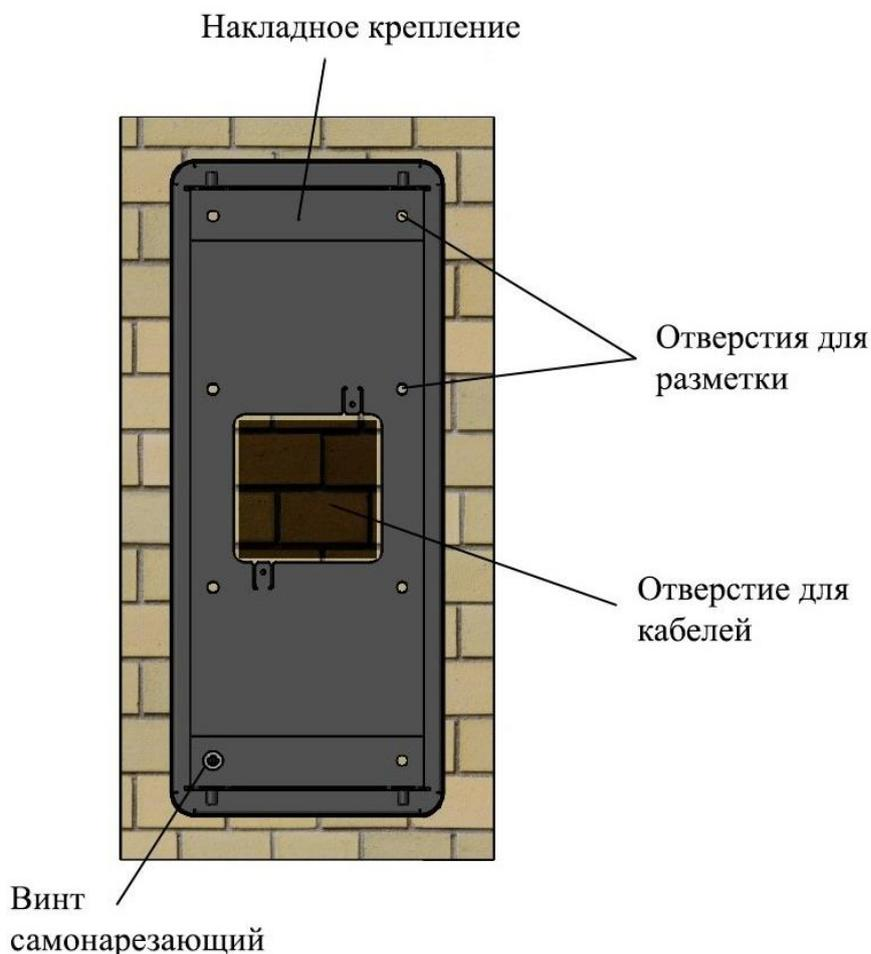

Рисунок 3 – Размещение крепления
2.2.2. Приложить крепление к поверхности, совместив отверстия для кабелей (рисунок 3).
2.2.3. Просверлить размеченные крепежные отверстия глубиной **30 мм** и диаметром **6 мм**, установить в них дюбели. Приложить и прикрутить само крепление самонарезающими винтами (рисунок 3).